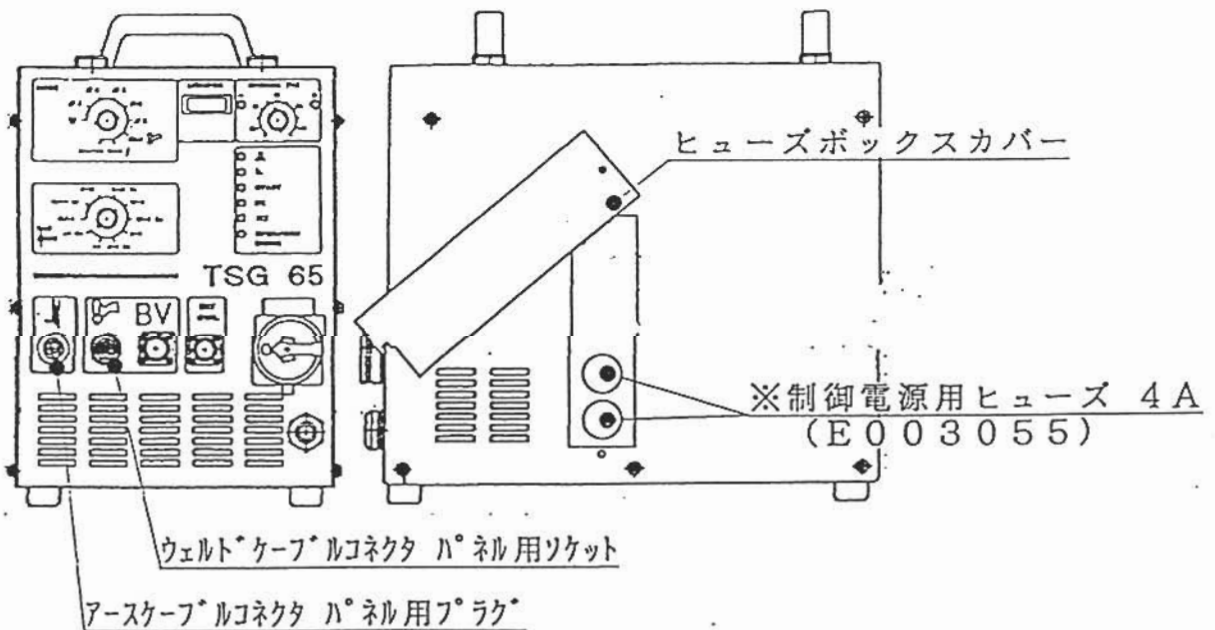

図7-① TSG65 推奨保用部品配備位置
※ 当部品表及び下図7-①は、電源電圧200V仕様用部品を記載してあります。